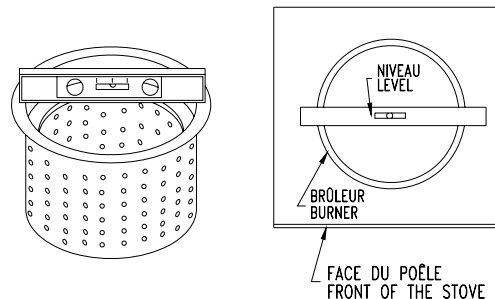

Figure 9A: MISE AU NIVEAU DU BRÛLEUR
- Déposez votre niveau sur le contour du brûleur en plein centre. Votre niveau devrait être parallèle à la façade du poêle (Voir figure 9A). Vissez ou dévissez les pattes ajustables de votre appareil jusqu'à ce que le niveau soit atteint. Utilisez une clef de 7/16" ou 10 mm.